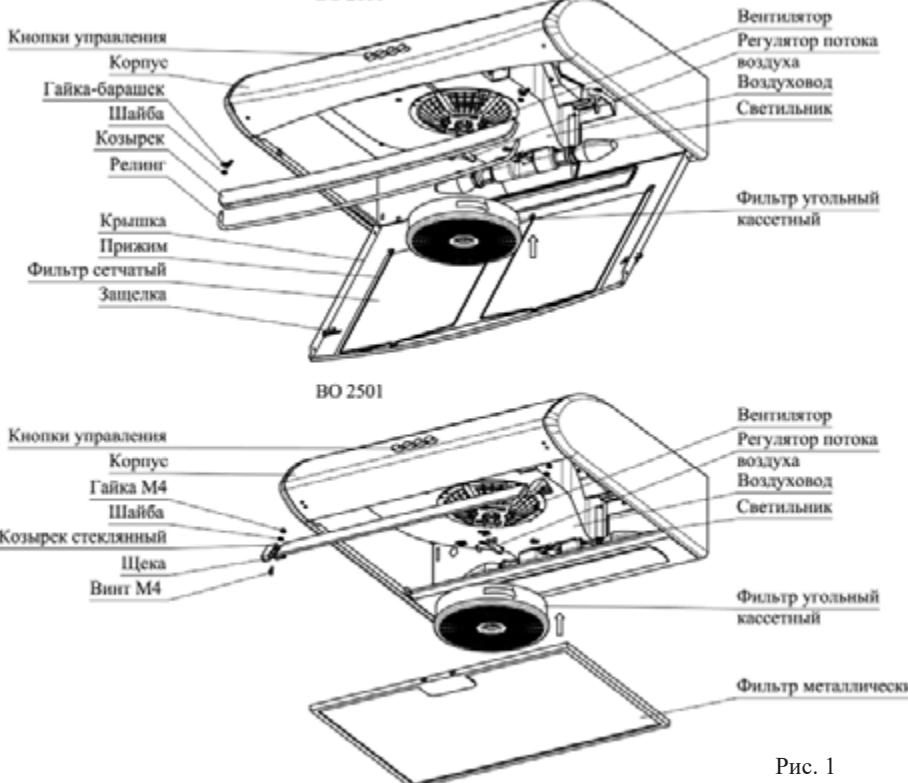
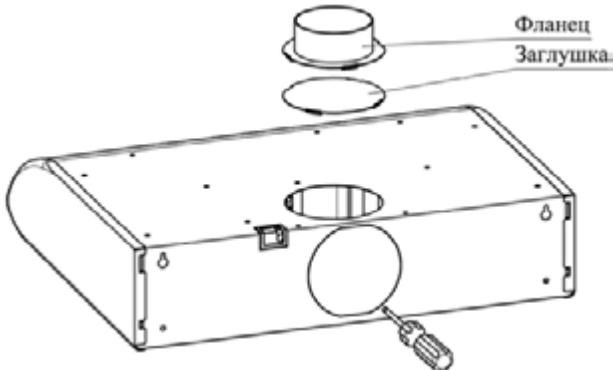

Рис. 1
Рис. 2
Внутри корпуса воздухоочистителя (рис. 1) располагаются вентилятор, светильник воздуховод с регулятором потока воздуха. На вентилятор установлен фильтр угольный кассетный. На передней части корпуса расположены кнопки управления работой воздухоочистителем.
В верхней и задней стенках корпуса воздухоочистителя имеются отверстия (рис.2), предназначенные для отвода воздуха наружу при помощи трубы, которая присоединяется к воздухоочистителю через фланец. Отверстие на задней стенке по контуру обозначено вырубленным элементом, который перед установкой фланца необходимо удалить при помощи отвертки или другого инструмента.
- 6.8 **ДЛЯ РАБОТЫ В РЕЦИРКУЛЯЦИОННОМ РЕЖИМЕ** совместите флагжок регулятора потока воздуха (см. рис. 1) с рисунком "↗" на воздуховоде воздухоочистителя. При данном режиме работы отверстие на верхней поверхности воздухоочистителя должно быть закрыто заглушкой (рис. 2).
Для установки фильтра угольного кассетного, оденьте его на фиксирующие элементы в центре вентилятора и поверните по часовой стрелке до упора (рис. 1). Демонтаж производится в обратном порядке.
**ДЛЯ РАБОТЫ В ВЫТЯЖНОМ РЕЖИМЕ** совместите флагжок регулятора потока воздуха с рисунком "↖" на воздуховоде воздухоочистителя. При данном режиме работы в одно из выходных отверстий корпуса установить фланец. Если фланец установлен в отверстие на задней поверхности воздухоочистителя, то отверстие на верхней поверхности нужно закрыть заглушкой (рис. 2). Затем соедините фланец воздухоочистителя с вентиляционным каналом трубой диаметром 100 мм (в комплект поставки не входит приобретается отдельно).